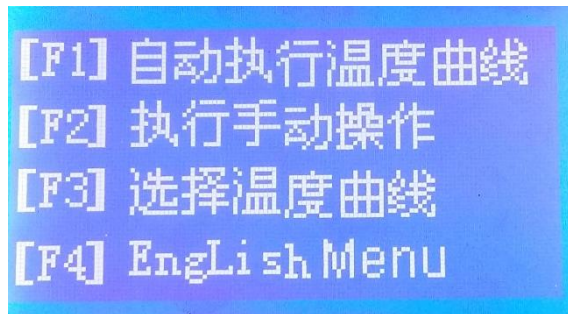

Figura 20. Menú en idioma chino.
- Le aparece la pantalla principal en idioma chino. Ver Figura 20.